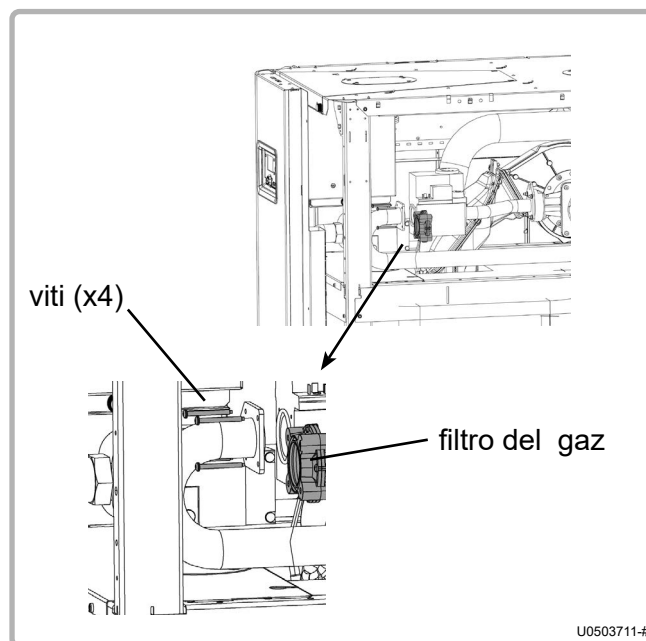

figura 45 - Filtro del gas su VARMAX da 180 a 600
- Rimuovere le guarnizioni dalle scanalature e sostituirle con le guarnizioni nuove contenute nel kit di manutenzione (ved. figura 45).